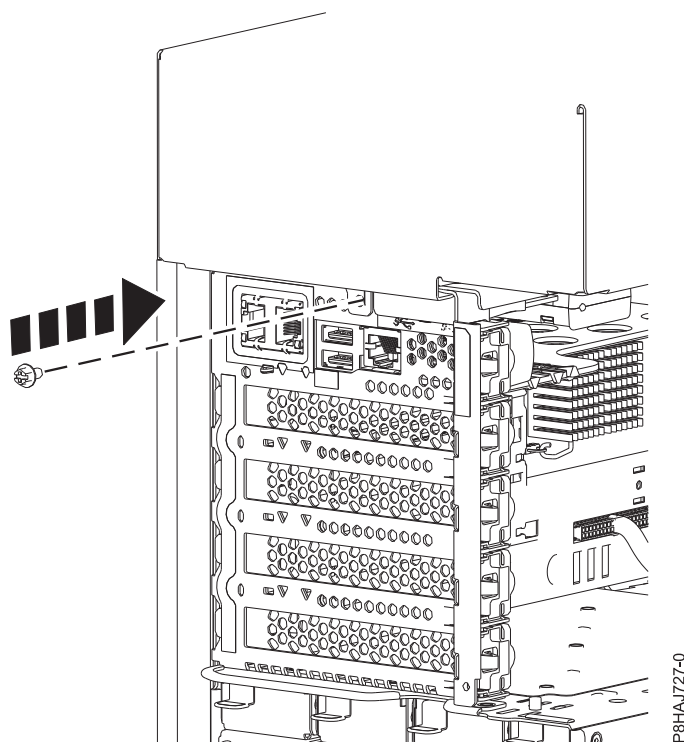

図 21. 8286-41A サイド・カバーねじの取り付け
5. プラスのねじ回しを使用して、サイド・カバー後部ねじを取り付けます (41 ページの図 21 を参照)。